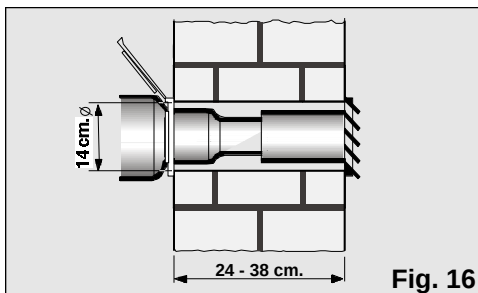

Fig. 16
- Para expulsar o ar quente através da parede é preciso efectuar um buraco de 14 cm de diâmetro na mesma para colocar o isolador de passagem. **Fig. 16**.